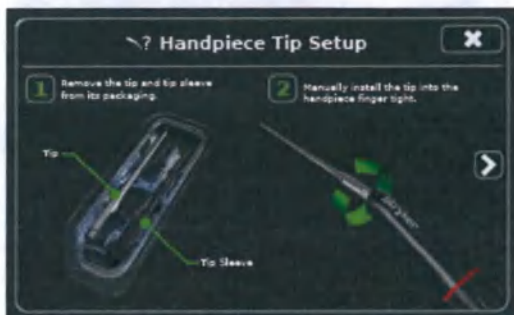

Рисунок 41 — Экран установки насадки рукоятки
3. Коснитесь кнопки «ДАЛЕЕ» или «НАЗАД» для навигации по информации об установке (рисунок 41).